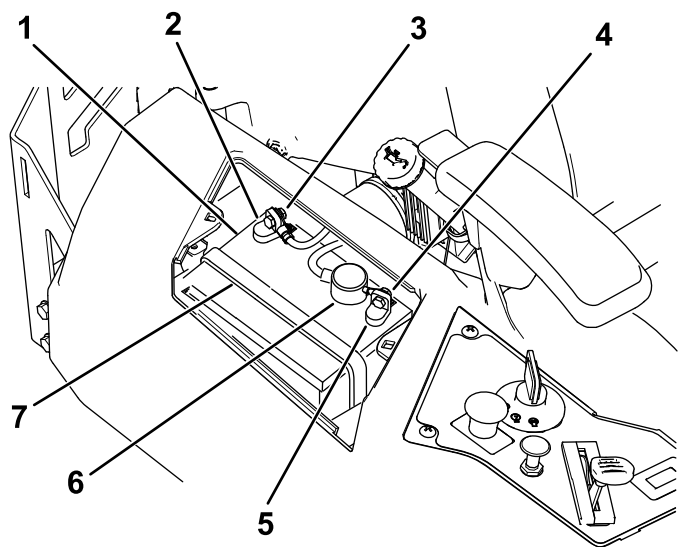

Figura 55
4. Desligue o cabo negativo (preto) do pólo da bateria (Figura 55).
6. Desligue o cabo positivo (vermelho) do pólo da bateria (Figura 55).
7. Retire o suporte da bateria (Figura 55) e levante a bateria para a retirar da respetiva plataforma.
1. Posicione a bateria no tabuleiro (Figura 55).
5. Prenda a bateria ao suporte (Figura 55).